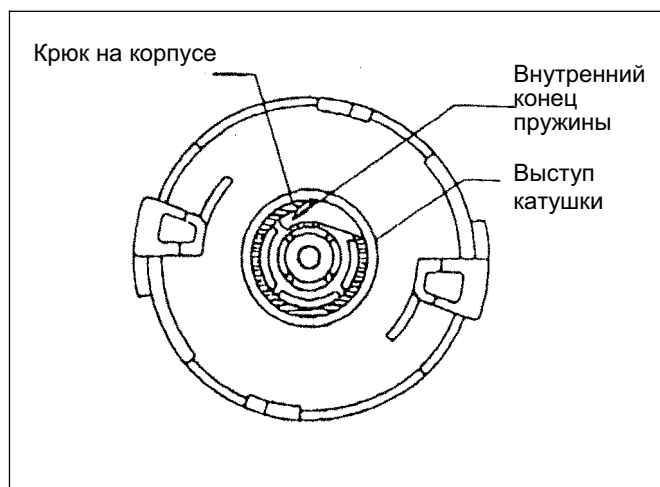
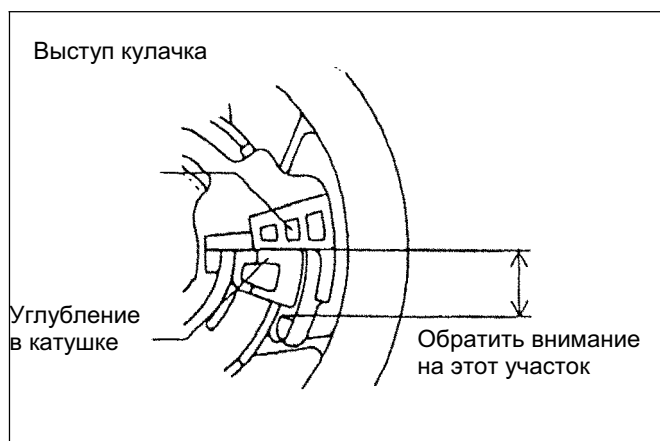

Рис. 10-12
Рис. 10-13
(1) Установить катушку в корпус, для этого:
- 1: убедиться в том, что внутренний конец пружины правильно садится в углубление (см. рис. 10-12)
(2) Собрать детали в узел:
- 1: поставить собачки в углубление катушки так, как они показаны на рис. 10-13